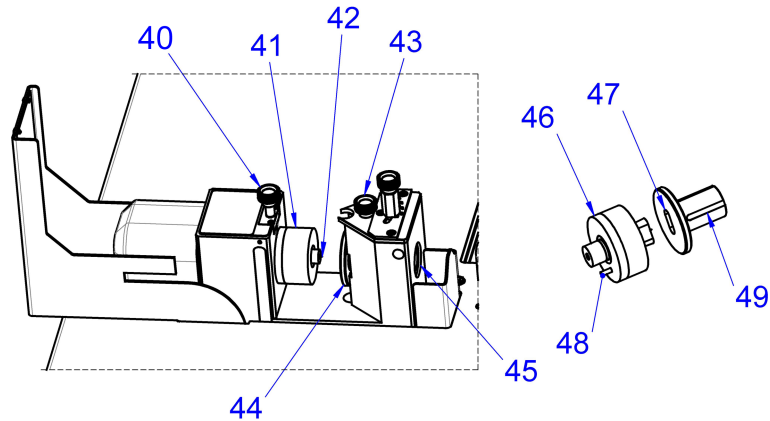

Imagen 7: Punzonar orificios en pletinas y barras
El punzonado de orificios en pletinas de cobre o aluminio se realiza con un punzón (imagen 7, 41) y la matriz correspondiente (imagen 7, 44). Los punzones y la matrices de orificios longitudinales disponen de pins (imagen 7, 48) o ranuras adicionales (imagen 7, 49), que facilitan el posicionamiento del ángulo exacto.
- Insertar la matriz (imagen 7, 44) en el cuerpo principal y bloquear con el tornillo de bloqueo (imagen 7, 43). Si se utiliza una matriz de orificios longitudinales, la ranura adecuada debe orientarse hacia arriba (imagen 7, 49).
- Insertar el punzón con rascador de neopreno (imagen 7, 41) en el alojamiento herramienta del pistón de carga y bloquear con el tornillo de bloqueo (imagen 7, 40). En punzones de orificios longitudinales (imagen 7, 46) debe garantizarse que el pin de posicionamiento (imagen 7, 48) se encuentra colocado correctamente en el orificio apropiado del pistón de carga y que la alineación de los orificios se corresponda con la matriz.
- Colocar la punta de centrado del punzón (imagen 7, 42) directamente en el punto marcado. Esto permite realizar un punzonado exacto del troquel.